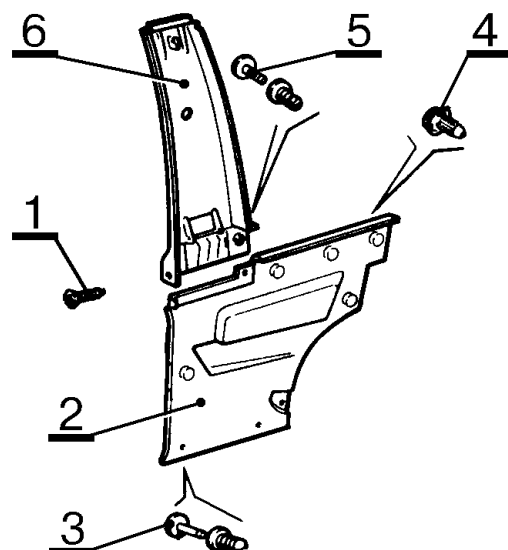

Рис.2. Крепление обивок салона автомобиля ВАЗ-2108.
- 1.4 Отвернуть винт 1, рис.2, извлечь держатель 5 обивки и снять обивку 6 центральной стойки (отвертка плоская, отвертка крестообразная).